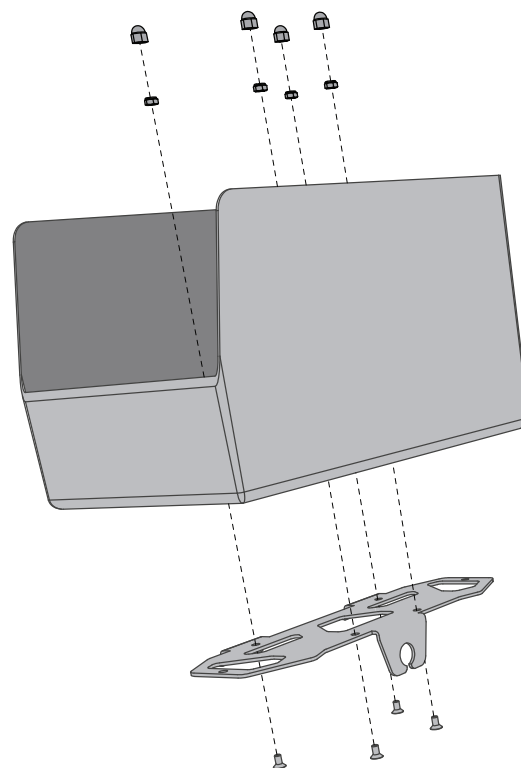

図 13. かごへのクイックリリース マウントの取り付け
- 図 13 のように、4 本の 12 mm 留め金具と、4 個のナイロック ナットを使って、クイック リリース マウントをそれぞれの蓋なしストレージかごに取り付けます。留め金具を **6.0 N-m (4.4 ft-lbf)** のトルクで締め付けます。